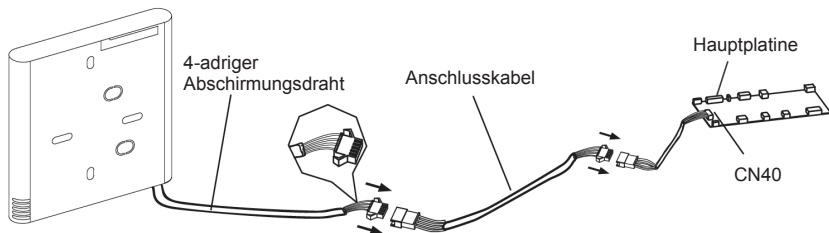

Abb. 3-3
- Verbinden Sie die Buchse der Kabelgruppe von der Hauptplatine mit dem Stecker der Anschlusskabelgruppe (siehe Abb. 3.3).
- Verbinden Sie die andere Seite der Anschlussdrähte mit dem Stecker der Anschlussdrähte des Steuergeräts (siehe Abb. 3-3)